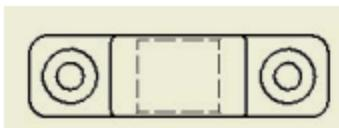

图5-13 选取父视图
- 2) 单击已有的视图（如俯视图）作为父视图，如图5-13所示。可创建全剖的主视图。